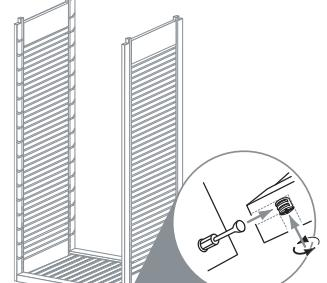

**FIG. 3.1**
2. Instale el perno de leva en los lugares de la parte inferior de los lados de la torre hasta que se ajusten. (Fig 3.1)